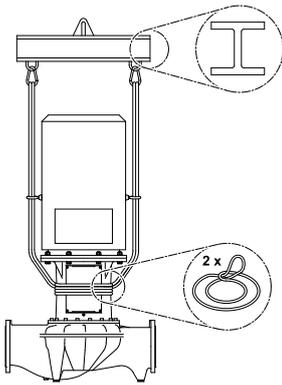

Fig. 32: Kantohihnojen kiinnitys (versio IL)
- Jos pumppua halutaan nostaa nosturilla (Fig. 32/33), pumppu täytyy kiinnittää tarkoitukseen soveltuvilla hihnoilla kuvan osoittamalla tavalla. Pumpun ympärille asetetaan hihnalenkit, jotka kiristyvät pumpun omapainon vaikutuksesta.